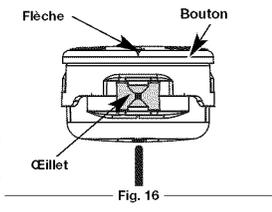

Fig. 16
- Alignez les flèches sur le couvercle du dessus de la tête de coupe avec les œillets de la bobine extérieure, si ce n'est déjà fait. (Fig. 16)